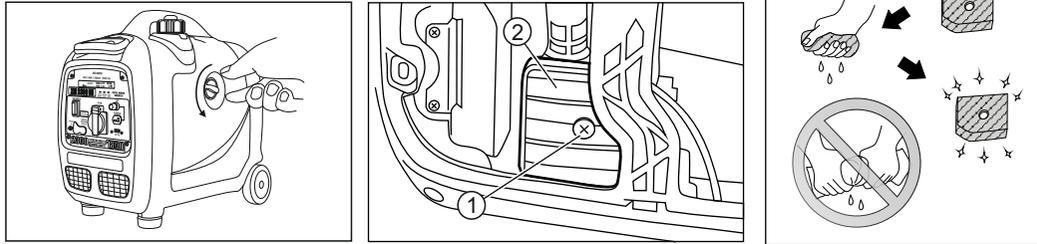

Рисунок 9 – Воздушный фильтр
Двигатель не будет работать на полную мощность, если воздушный фильтр будет поврежден или забит мусором. Прочищайте фильтр каждые 200 часов или раз в год (Рис.9). Прочищайте чаще либо меняйте фильтр, если работа ведется в сильно запыленных условиях.
- Снимите защитный экран воздушного фильтра и вытащите фильтр (Рис.9).